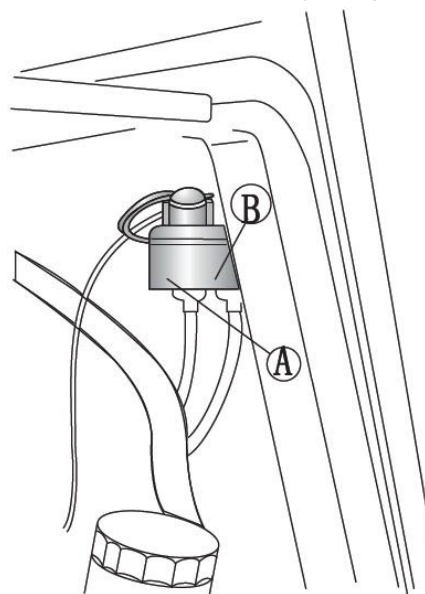

Fig. 5-35 Reservatório do fluido de freio
Limpe completamente a periferia do bujão de purga e a tampa do reservatório de fluido de freio. Antes e durante a purga de ar, verifique e certifique-se de que o nível do sistema das áreas ① e ② seja mantido na condição de nível mais alto (veja a fig. 5-35).